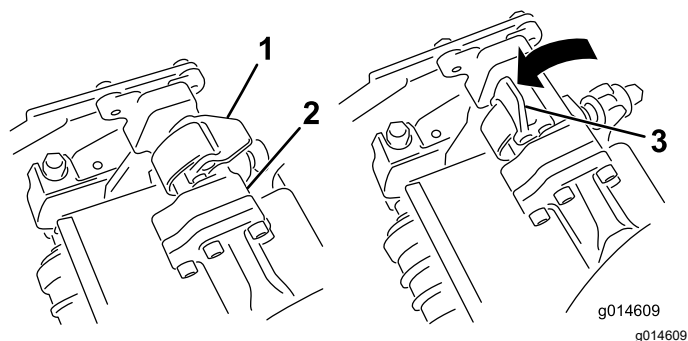
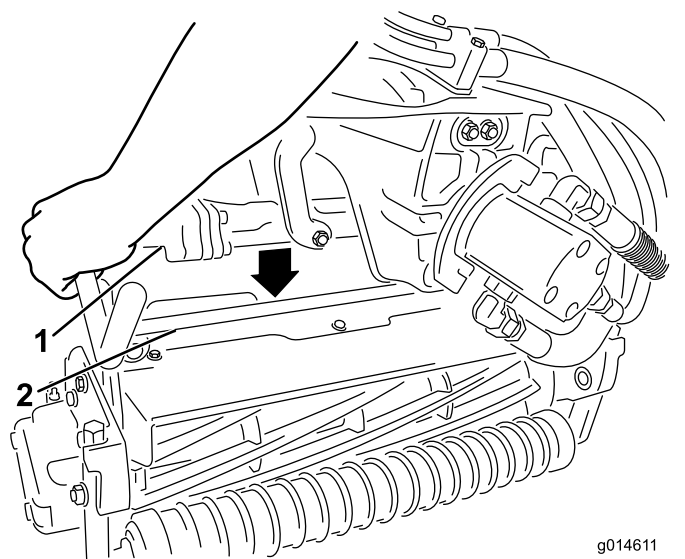

Рисунок 52
Рисунок 53
4. Откройте защелки на штанге рычага подвески (Рисунок 52), нажмите на рычаг подвески вниз так, чтобы он сел на оба рычага угла продольного наклона режущего блока, и убедитесь, что защелки переместились под поперечную штангу режущего блока (Рисунок 53).
5. Опустите защелки и поверните вокруг стержня режущего блока и заблокируйте их (Рисунок 52).
6. Откройте защелки на штанге рычага подвески режущего блока, который необходимо снять (Рисунок 52).